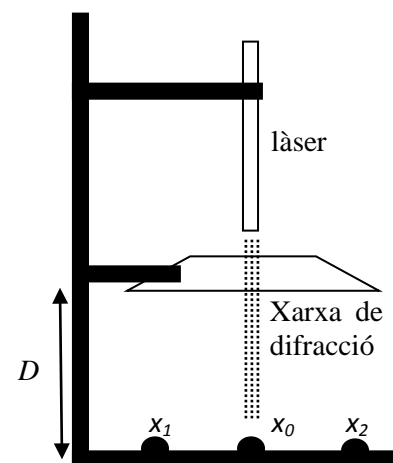

Figura 9
1. Ajusteu el sistema de subjecció de la xarxa de difracció de forma que aquesta estigui a uns 15 cm del peu del suport. Com s'indica a la figura 9 cal que el làser estigui orientat **perpendicularment** a la xarxa de difracció.